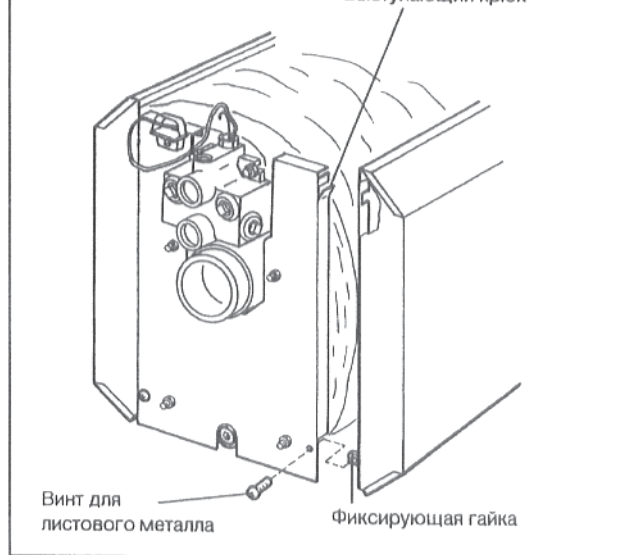

рис. 22
- Прижать боковую стенку внизу и привинтить фиксирующие гайки к задней стенке (рис. 22).